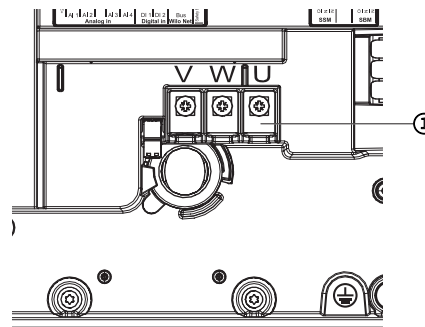

Fig. 114: Motoranschlussklemmen V, W, U
5. Motoranschlusskabel (Fig. 114) lösen.